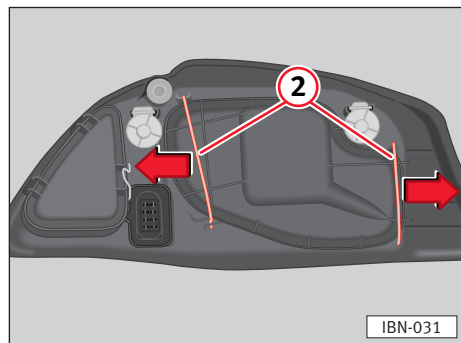

Fig. 146
- Empurrar os tirantes ⇒ fig. 146 ② para fora, no sentido das flechas e retirar a tampa.